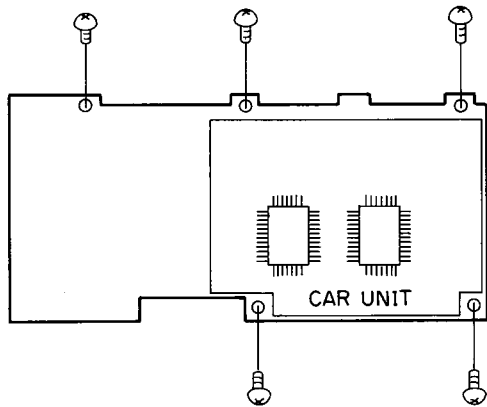

図 2
4. PLLユニットのCN3の同軸コネクタを抜きます。プリント板のねじを外し、引き起こします。(図2)
5. ジャンパー線W4, W5をカットします。(図2)
6. SO-2を指定位置に取り付けて、はんだ付けします。(図2)